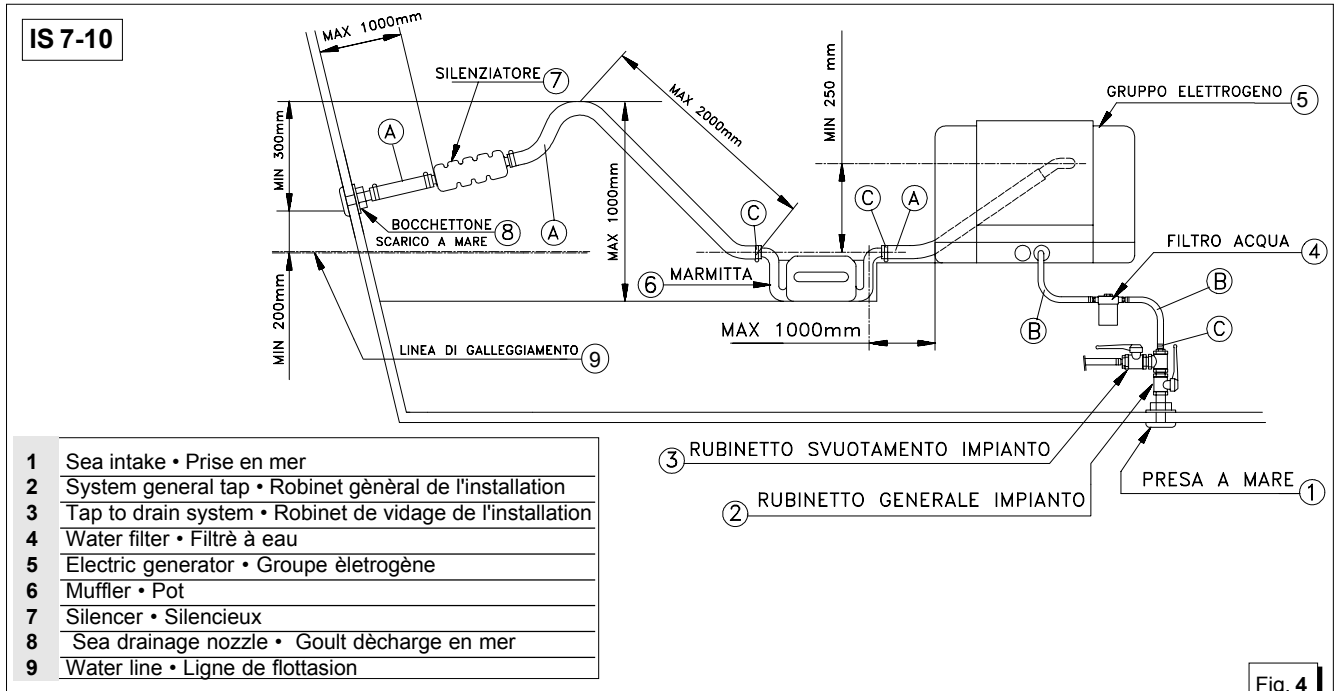

Fig. 4
**2.2. Typical installation with electric generator above the water-line (fig. 4)**
**2.2. Installation typique avec groupe électrogène au dessus de la ligne de flottaison (fig. 4).**
Il est très important de respecter les dimensions indiquées sur les figures 4 et 5.